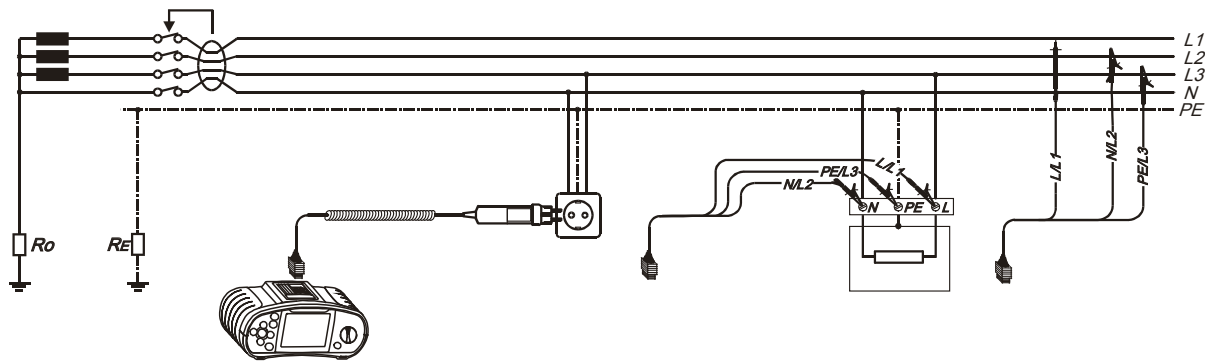

Abb. 5.40: Anschlussplan
**Schritt 2** Befolgen Sie zur Durchführung der Spannungs- und Frequenzmessung den Anschlussplan in Abb. 5.40.